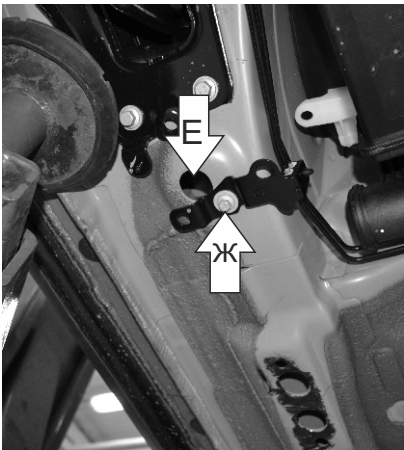

Рис. 3
- Внимание! На стороне водителя перед тем как устанавливать гайку закладную М10 в это же отверстие необходимо ослабить штатный кронштейн (Ж) (Рис.3).**